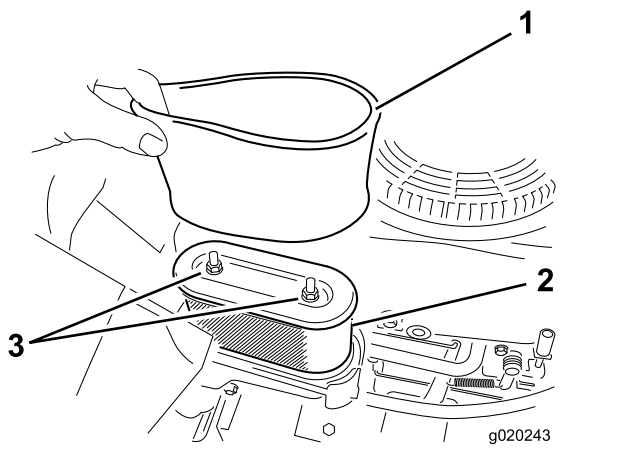

Bild 36
4. Nehmen Sie die Schaum- und Papierfiltereinsätze vorsichtig aus dem Luftfiltergehäuse heraus (**Bild 36**).
1. Setzen Sie den Schaumfilter auf den Papierfilter (Bild 36).